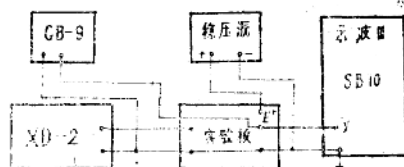

图3-2 观察放大器的波形及放大倍数测量的连线图
- 1) 用示波器观察输出信号有无失真,仪器连接方块图如图3-2所示: ( $I_c = 1.5mA$ 、调节 $W_2$ 使之为 $18K\Omega$ )